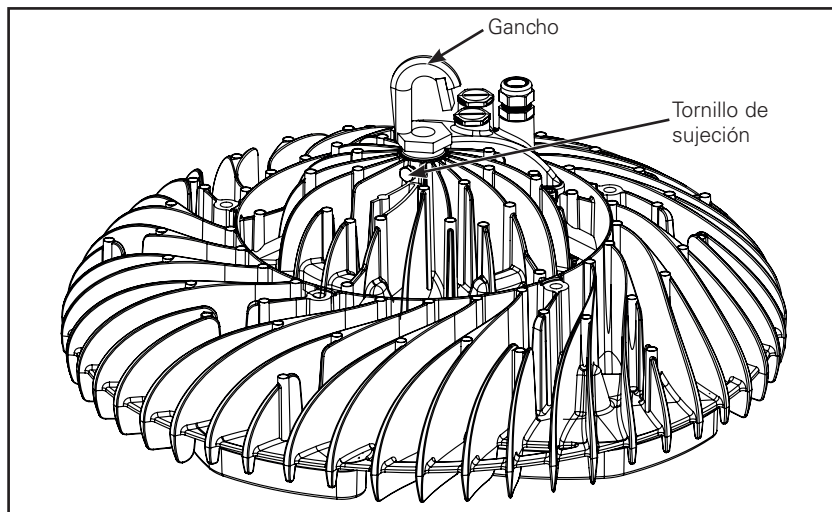

Figura 4.
- Enrosque el gancho de conducto NPT de 3/4" en la luminaria hasta que quede firme (Figura 4).